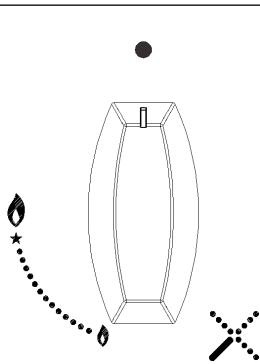

РИС. 1
Нажать и повернуть против часовой стрелки ручку, соответствующую используемой конфорке, установить ее в положение Максимум (большое пламя рис. 1) и поднести к конфорке зажженную спичку.
Нажать и повернуть против часовой стрелки ручку, соответствующую используемой конфорке, установить ее в положение Максимум (большое пламя рис. 1), затем нажать и отпустить кнопку розжига «E».
Нажать и повернуть против часовой стрелки ручку, соответствующую используемой конфорке, установить ее в положение Максимум (большое пламя рис. 1) и нажать ручку до упора.
Для розжига конфорок, оснащенных системой газ-контроль, следует повернуть против часовой стрелки ручку, соответствующую используемой конфорке, установить ее в положение Максимум (большое пламя рис. 1), пока она не сможет поворачиваться дальше, а затем нажать ручку и произвести розжиг, как описано выше.
- После закипания переведите ручку в положение Минимум (маленько пламя рис. 1).
- **розжиг конфорок с предохранительной термопарой (системой "газ-контроль") можно произвести только если ручка установлена в положение Максимум (большое пламя рис. 1).**